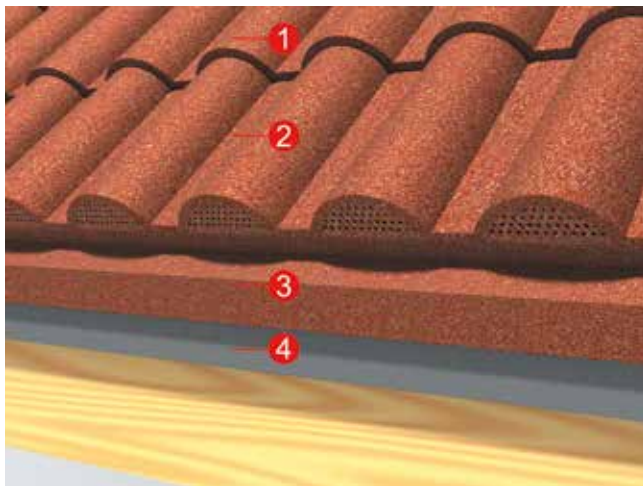

Рисунок 22
5.5.6 При монтаже нижнего ряда модели Роман используется начальная панель ДЕКРА Роман с вентиляционной заглушкой (Рисунок 22).